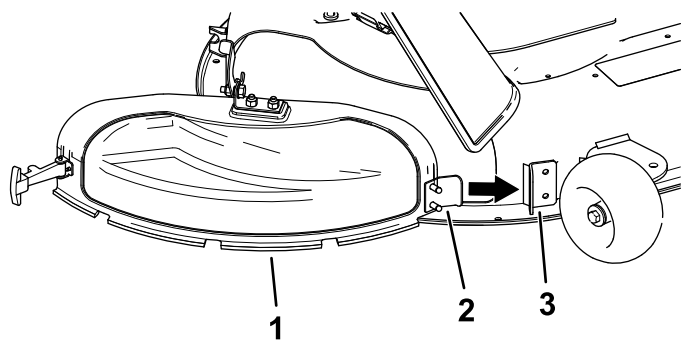

Figura 2
2. Introduzca la pestaña metálica de la tapa de descarga en la ranura del soporte que está soldado a la carcasa de corte (Figura 2).